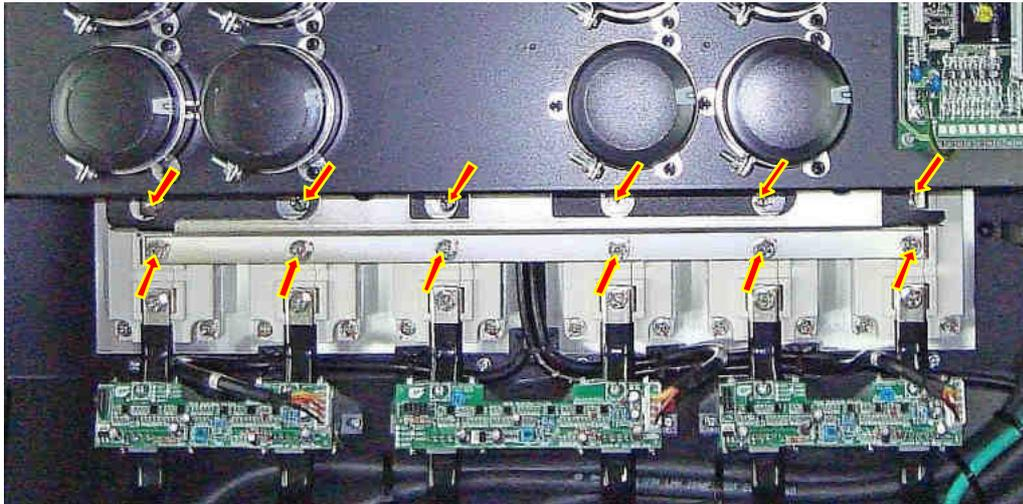

Рис. 6.16.
6.11.1. Выкрутить 12 винтов крепления шин блока конденсаторов к модулям IGBT (рис. 6.16, красные стрелки). Положить винты в тару.